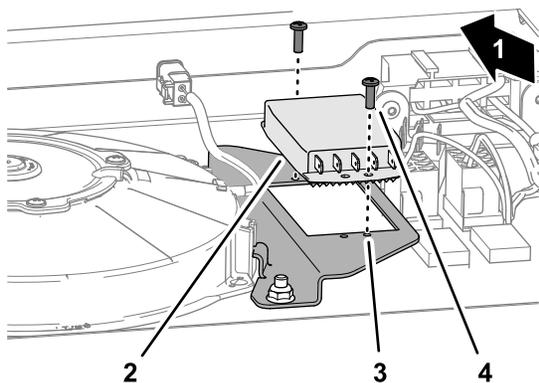

Bild 6
1. Fluchten Sie das Steuergerät für die Ventilatorgeschwindigkeit mit dem Flansch der langen Ventilator-Befestigungshalterung mit den elektrischen Anschlussklemmen zum Heck der Maschine aus (Bild 6).
2. Befestigen Sie das Steuergerät für die Ventilatorgeschwindigkeit mit zwei Gewindeschrauben (Nr. 8 x 3/8") am Flansch der langen Ventilator-Befestigungshalterung (Bild 6).